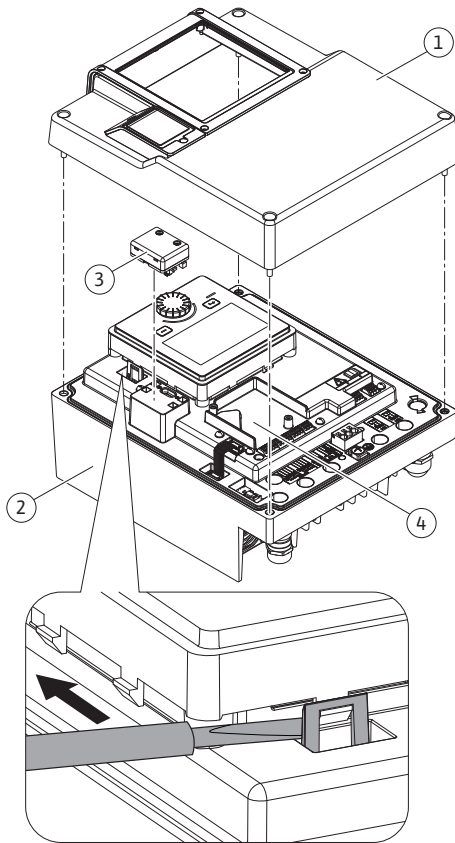
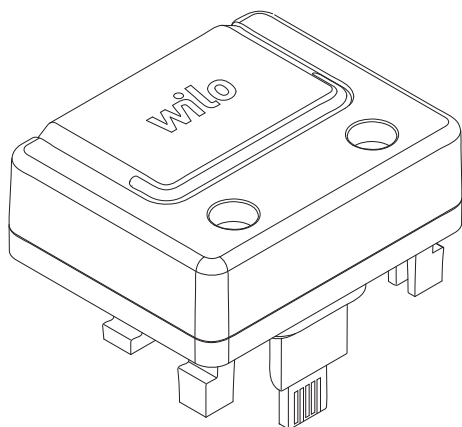

Fig. 25: Elektronický modul
Fig. 26: Modul Wilo-Smart Connect BT
1. Přichytné háky (Fig. 25) opatrně otevřete vhodným nářadím (např. šroubovákem).
Rozhraní Bluetooth modulu Wilo-Smart Connect BT (Fig. 25, poz. 3 a Fig. 26) slouží pro připojení k mobilním koncovým zařízením, jako je chytrý telefon nebo tablet. Funkce Wilo Smart Connect je k dispozici v aplikaci Wilo-Assistant. Pomocí funkce Wilo-Smart Connect můžete čerpadlo obsluhovat, seřizovat a načítat údaje z čerpadla. Pro nastavení viz kapitola „Uvedení do provozu“ [► 46].
1. Povolte čtyři šrouby vrchního dílu elektronického modulu (Fig. 25, poz. 1; Fig. 1, poz. 2).
3. Modul Wilo-Smart Connect BT zasuňte do připraveného rozhraní Wilo-Connectivity Interface. Viz Fig. 25, poz. 3.
Moduly CIF (příslušenství) slouží pro komunikaci mezi čerpadly a řídicím systémem budovy. Moduly CIF se zasunují do elektronického modulu (Fig. 25, poz. 4)